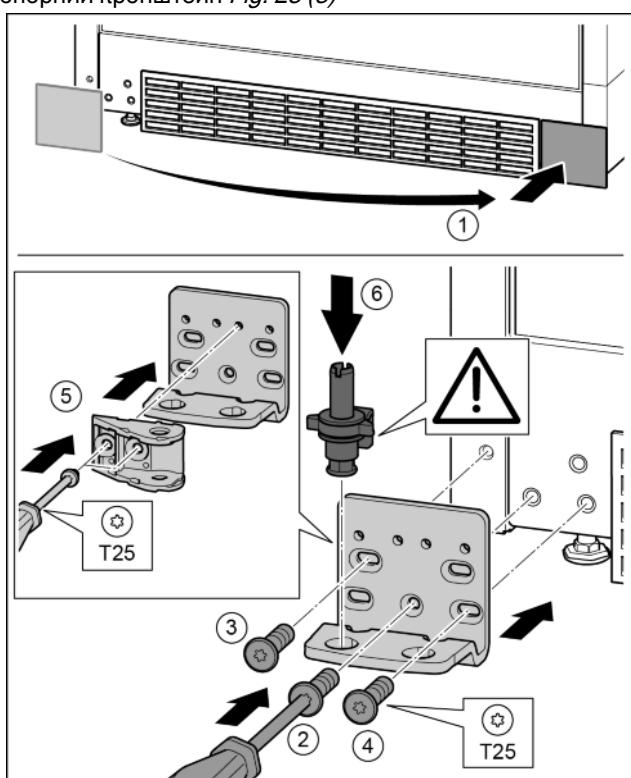

Fig. 29
- Зніміть кришку та встановіть її з іншого боку. Fig. 29 (1)
- Встановіть опорний кронштейн з іншого боку і закріпіть гвинтами за допомогою викрутки T25. Почніть із гвинта 2 знизу посередині. Fig. 29 (2)
- Закрутіть гвинти 3 та 4. Fig. 29 (3, 4)
- Поверніть з'єднувальний елемент демпфера на 180°. Пригиніть з іншого боку опорного кронштейна за допомогою викрутки T25. Fig. 29 (5)
- Вставте цілком опорний гвинт. При цьому виступ фіксатора повинен бути спрямований назад. Fig. 29 (6)